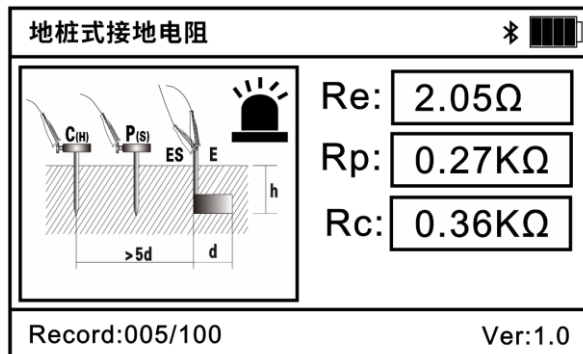

图 7（地桩式接地电阻测试界面）
如下图 7，被测试接地电阻值为 2.05 Ω，仪表已存 8 组数据；辅助电流极 C(H) 的接地电阻 rC 为 0.36KΩ；辅助电压极 P(S) 的接地电阻值 rP 为 0.27KΩ。